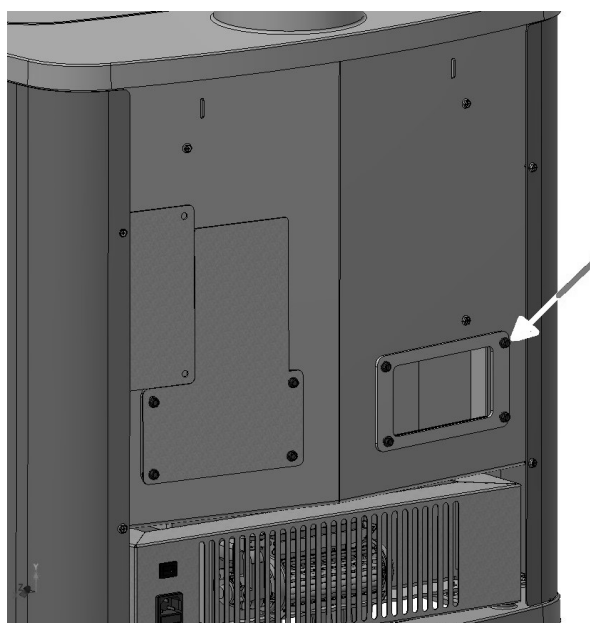

Fig. 13 - Quite los tornillos
- Abra la tapa de limpieza desenroscando los 4 tornillos CH 8 (véase **Fig. 13**).